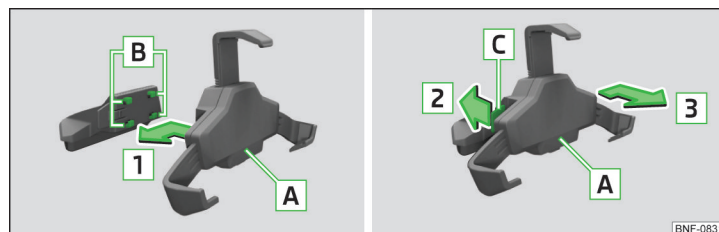

Fig. 77 **Introducerea suportului în adaptor / scoaterea suportului de pe adaptor**
- Pentru **fixarea suportului pe adaptor**, introduceți suportul  în prinderile  în sensul săgeții  până la fixarea cu zgomot specific » fig. 77.